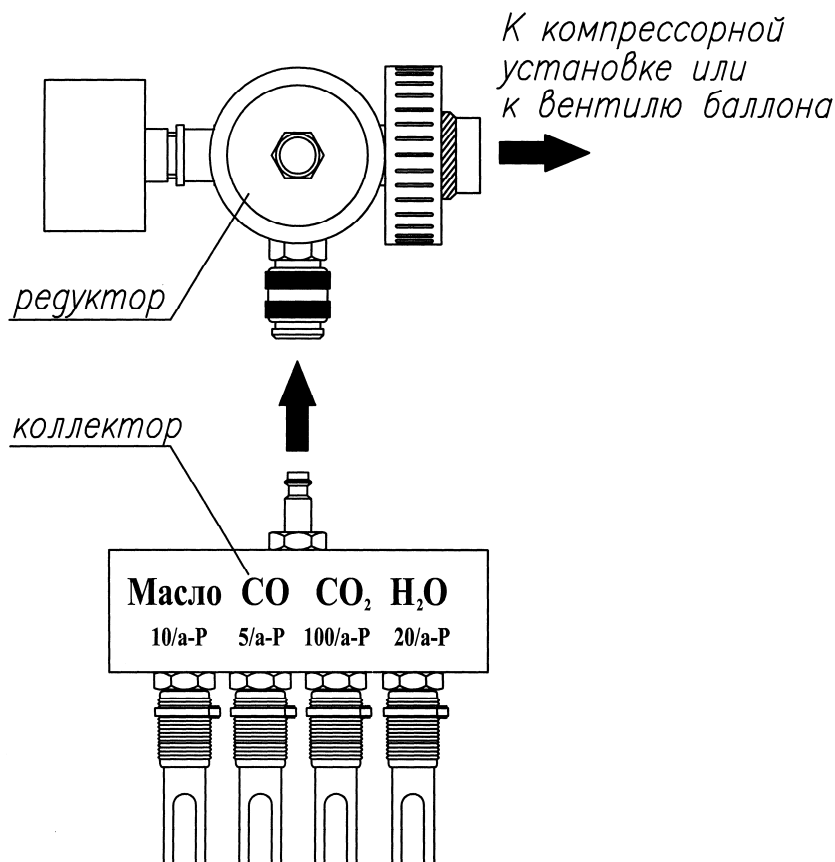

Рис. 2
- присоединить ручную редуктор к вентилю баллона или через штуцер «20» или «30» к компрессорной установке (рис. 2).
- присоединить коллектор к редуктору (рис. 2).